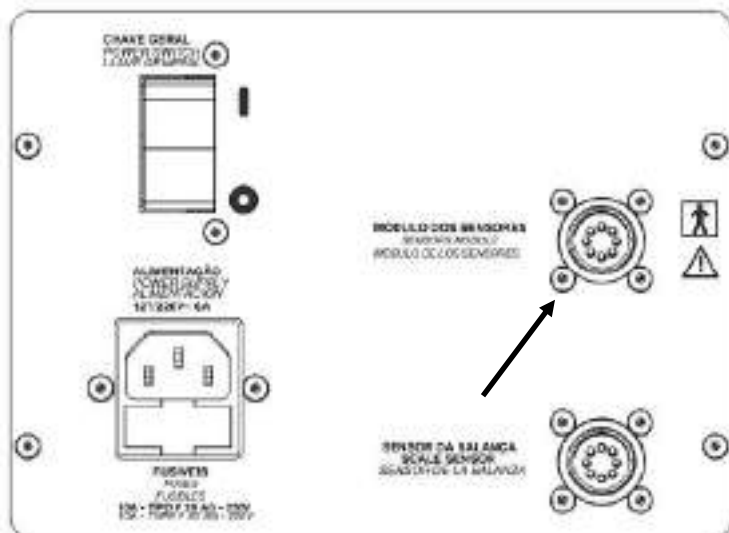

Figura 84 – Instalando sensor de temperatura RN – MC2 e MC3 – incubadora com corpo em plástico de engenharia
5. Ligue a chave geral (4) do suporte com ajuste de altura.
7. Retire o sensor de temperatura RN da embalagem. Conecte-o no módulo de controle localizado na lateral direita da incubadora, conforme figura 84 e 85, e passe o sensor pela passagem de tubos apoiando-o no colchão. Caso o módulo de controle seja o MC2 ou MC3, conectar o sensor no módulo dos sensores, localizado no compartimento do RN, conforme figuras 86 e 87.